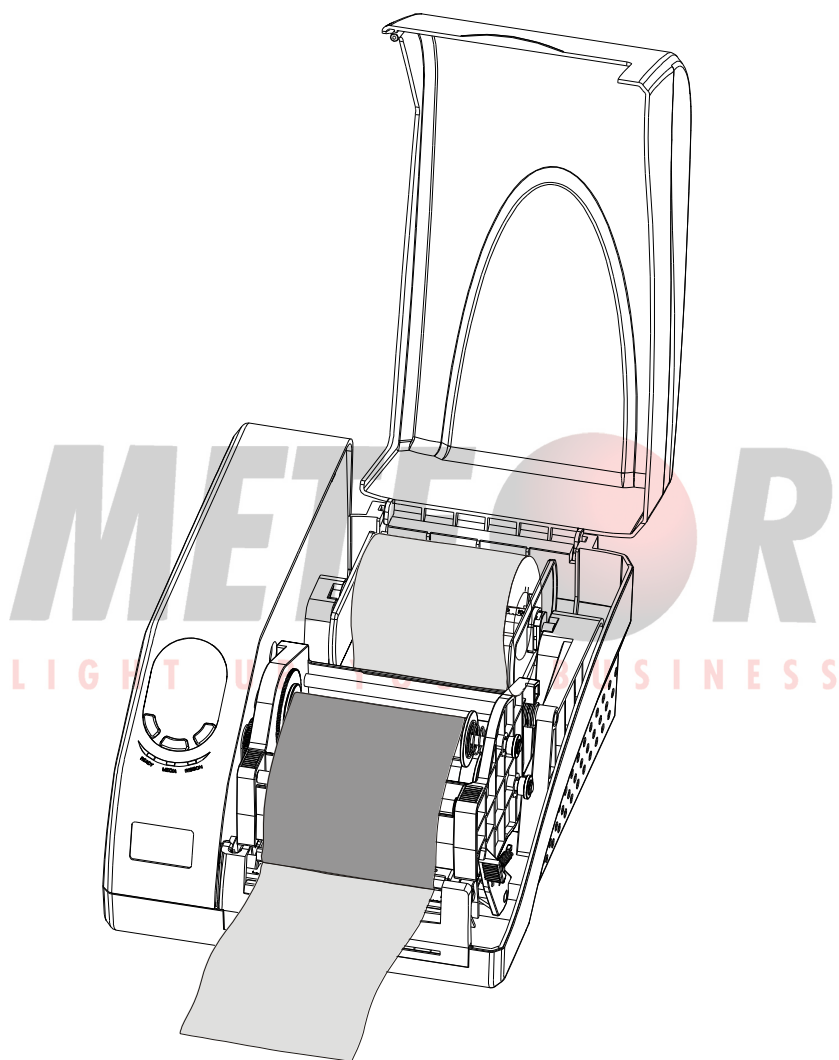

Figura 6-4
6. chiudi il gruppo stampa fino al suo bloccaggio (Figura 6-4).